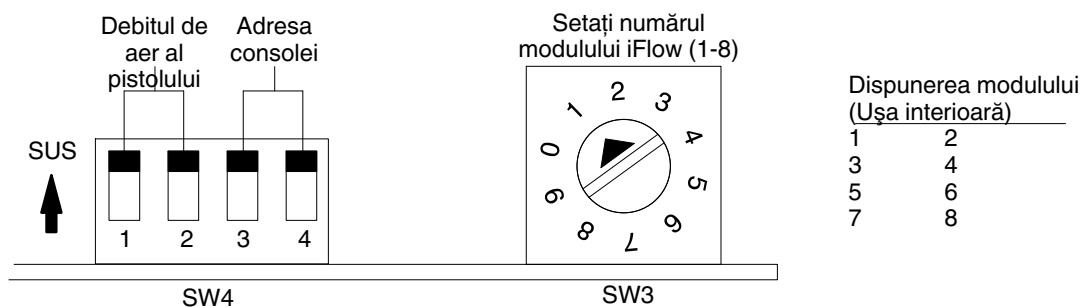

Figura 3-3 Adresa modulului iFlow
A se vedea Figura 3-3 și Tabelul 3-2.
**Adresa modulului (SW3):** Setați comutatorul de fază rotativ al fiecărui modul cu numărul de modul corect. Modulele sunt numerotate așa cum sunt prezentate în graficul de dispunere a modulului din figura 3-3.